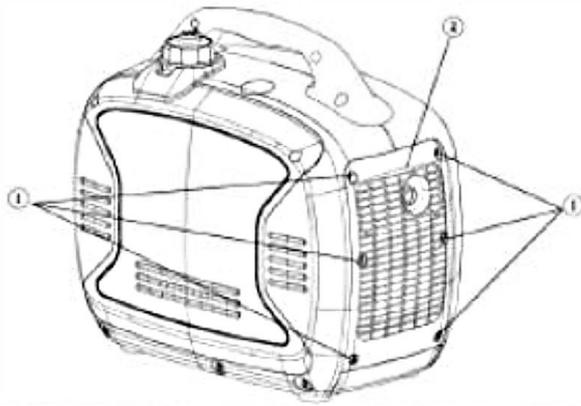

Abb. 43: Abdeckung abnehmen (PG-I 20 S)
Schritt 2: Die Schrauben (1, Abb. 43) heraus-schrauben und die Abdeckung (2) an der Generator-Rück-seite abnehmen.